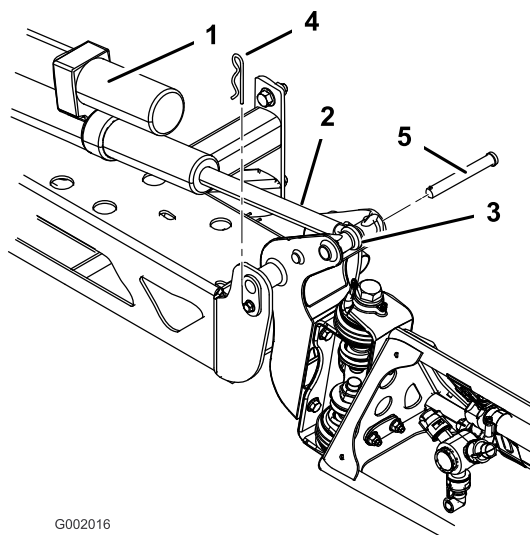

Figura 36
2. Togliete la coppiglia dal perno di articolazione (Figura 36).
3. Sollevate la barra e togliete il perno (Figura 36). Abbassate lentamente la barra al suolo.
6. Alzate la barra per allineare il perno con l'asta dell'attuatore. Tenete ferma la barra e inserite il perno attraverso il perno della barra e l'asta dell'attuatore (Figura 36).